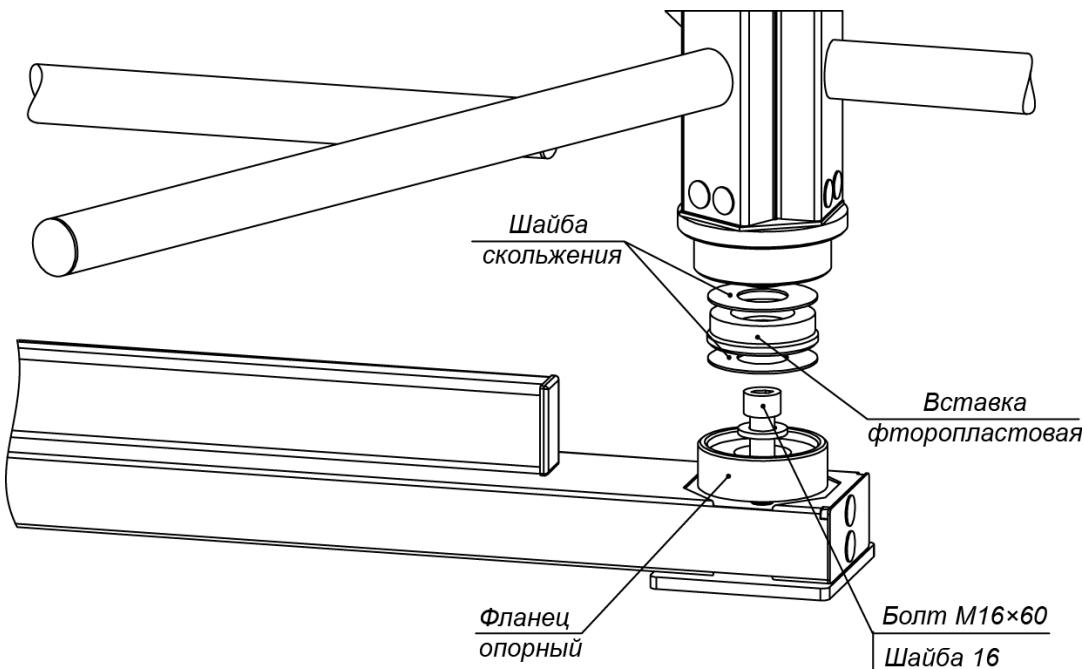

Рисунок 14. Нижний узел вращения ротора (3)
- В место установки нижнего узла вращения ротора вставьте фланец опорный узла вращения (см. рис. 14). Закрепите его и стойку с преграждающими планками на установочной поверхности анкерным болтом M16×60.
14. Распакуйте секции ротора (1) (ящик №2).
15. Произведите монтаж ротора (1) (работайте вдвоем!):
- Соберите нижний узел вращения (3) ротора в стойке с препреждающими планками (5) (см. рис. 14). Две шайбы скольжения и находящаяся между ними фторопластовая вставка должны лежать в узле без перекосов, опираясь на всю опорную поверхность, симметрично относительно оси ротора (верхняя шайба скольжения приклеена к валу ротора). При этом гладкие поверхности шайб скольжения должны быть ориентированы на вставку. Допускается применение на поверхностях скольжения смазки типа ШРУС-4.
- Установите секцию ротора с элементами крепления в нижний узел вращения (3): заведите ее с небольшим наклоном цилиндрическим хвостовиком в узел вращения и затем переведите секцию в вертикальное положение.